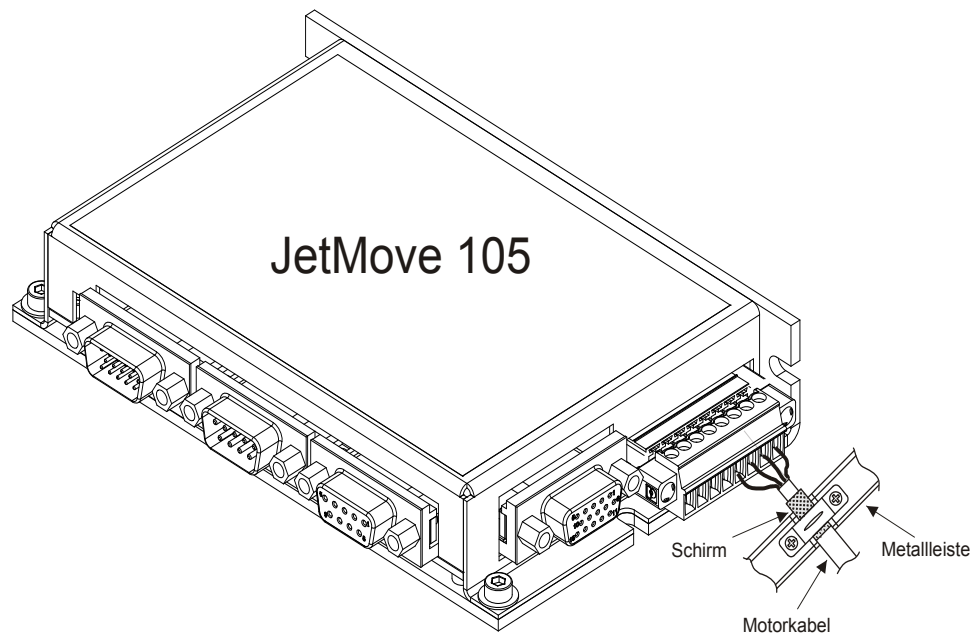

Abb. 2: EMV-konformer Schirmanschluss bei Schraubklemmen
- Der Schirm und die Zugerlastung muss niederohmig und großflächig mit einer geerdeten Fläche verbunden sein. Die Erdung muss dabei so erfolgen, dass das ungeschirmte Stück der Leitung möglichst kurz gehalten wird (siehe Abb. 2).
- Motorleitungen anschließen nach Abb. 2, Seite 18.